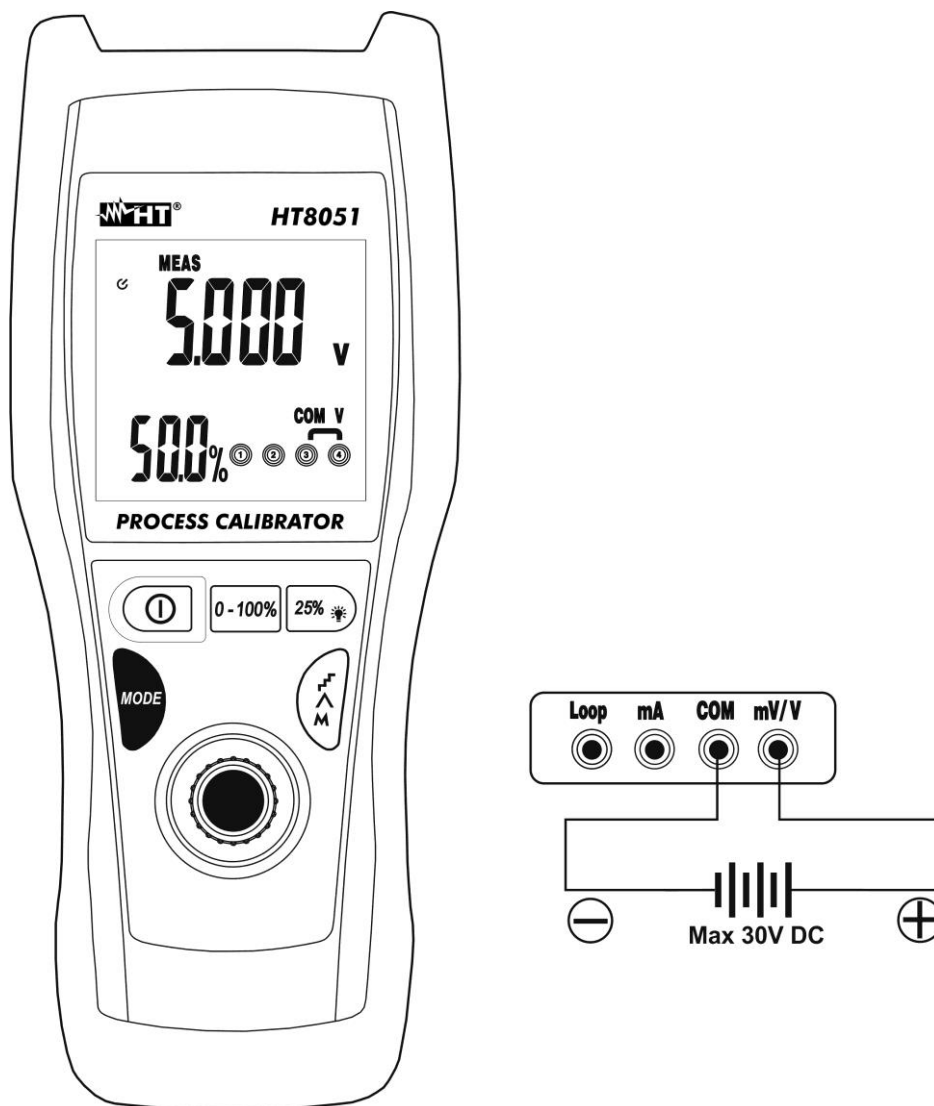

Fig. 3: Medição de tensões CC
3. Colocar a ponteira verde e a ponteira preta, respectivamente, nos pontos com potencial positivo e negativo do circuito em exame (ver Fig. 3). O valor da tensão é apresentado no display principal e o valor percentual em relação ao fundo da escala no display secundário.
4. A mensagem **"-OL-"** indica que a tensão em exame excede o valor máximo mensurável pelo instrumento. O instrumento não executa medições de tensão com polaridade oposta em relação à ligação da Fig. 3. O valor "0.000" é apresentado no display.